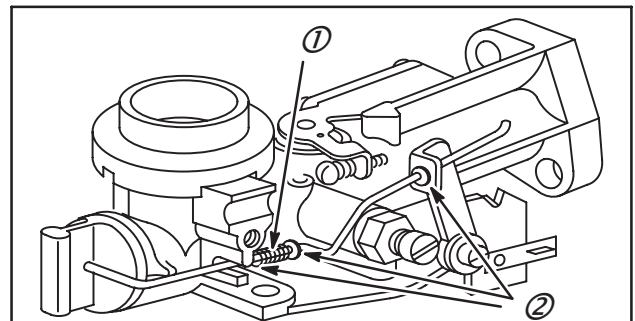

Fig. 81
1. Lors du montage, glisser les rondelles (2) et le ressort (1) sur la biellette de starter, Fig. 81.